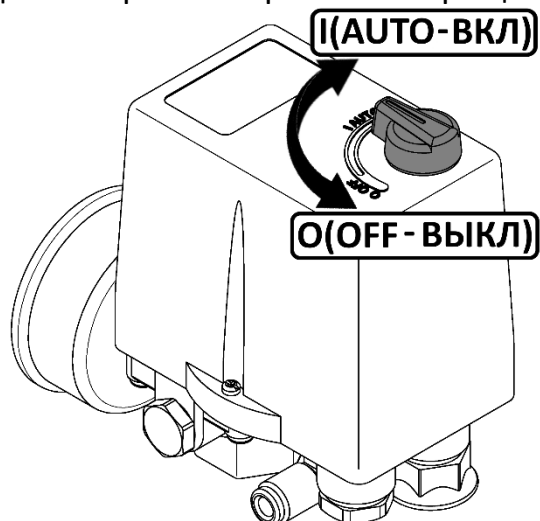

Рисунок 3
- Проверьте, чтобы выключатель на реле давления находился в выключенном положении "О" (рисунок 3).
- Выключить компрессор выключателем на реле давления. Для этого необходимо переключить выключатель в положение "О" (рисунок 3). После этого остановится электродвигатель и произойдет сброс давления из нагнетательного воздухопровода и поршневого блока.